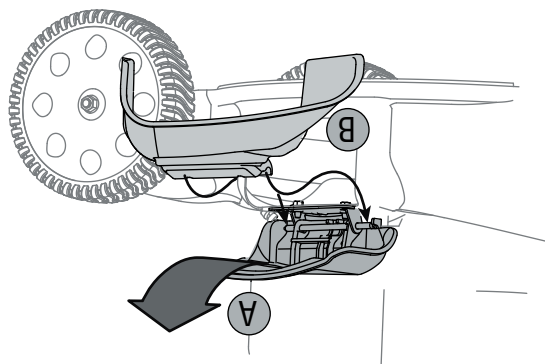

Figure 11 - Caractéristique en option
- a. Relevez le bouchon de déchiquetage à charnière qui se trouve sur le côté du plateau de coupe. Voir la Figure 11.